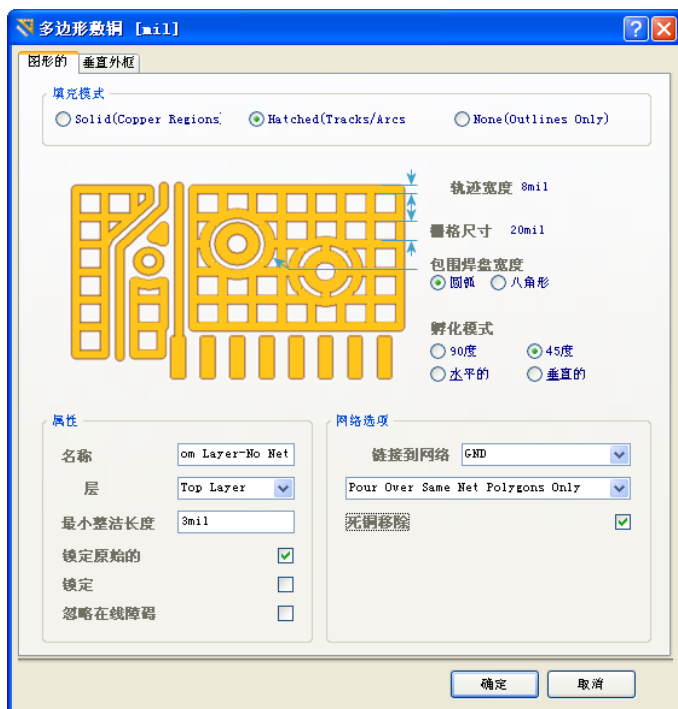

图 9-55 “多边形覆铜”对话框
Step2 在“多边形覆铜”对话框中进行设置，点选“Hatched (tracks/Arcs)(网络状)”单选钮，填充模式设置为 45°，连接到网络 GND，层面设置为 Top Layer(顶层)，勾选“死铜移除”复选框，如图 9-55 所示。